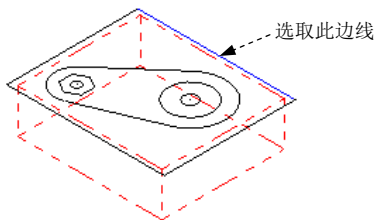
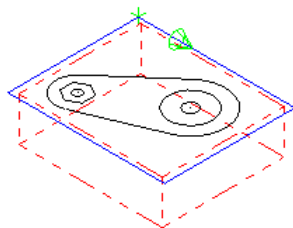
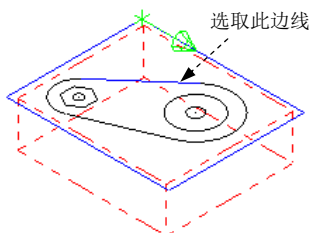

图 9.8.4 选取边线
图 9.8.5 选取边链
图 9.8.6 选取边线
Step2. 设置加工区域。在图形区中选择图 9.8.4 所示的边线，系统自动选择图 9.8.5 所示的边链；在图形区中选择图 9.8.6 所示的边线，系统自动选择图 9.8.7 所示的边链，单击 按钮，完成加工区域的设置，同时系统弹出“2D 刀具路径 - 2D 挖槽”对话框。